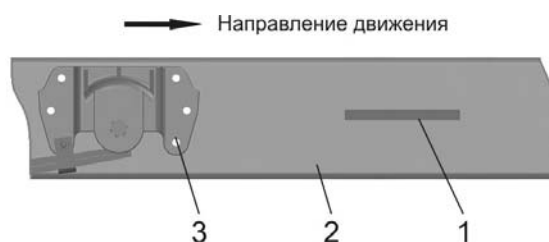

Рис. 1.2. 1 – место нанесения VIN автомобилей и автомобильных шасси с платформой; 2 – лонжерон рамы правый; 3 – передний кронштейн задней рессоры
**1.2. Идентификационный номер ТС (VIN) на автомобилях и автомобильных шасси с платформой** наносится на правом лонжероне рамы перед передним кронштейном задней рессоры (рис. 1.2).